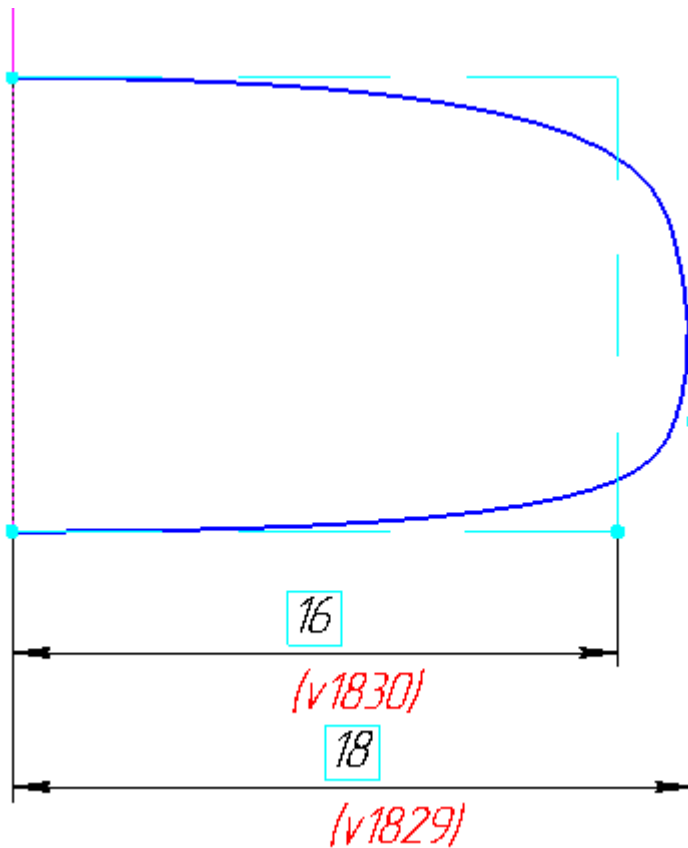

Рисунок 17.
- Проставьте два линейных горизонтальных размера. Построение начните с размера общей высоты кривой 18 мм (рис. 17).